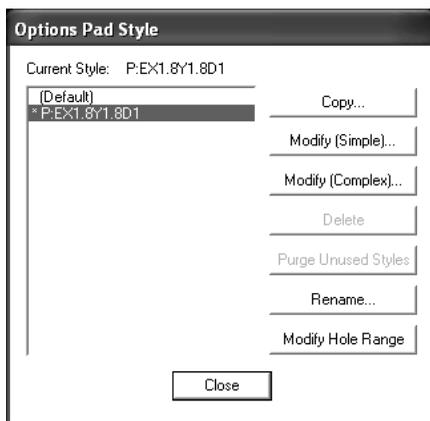

Рисунок 4.2
- В открывшемся диалоговом окне Copy Pad Style (Копирование монтажного отверстия) в поле Pad Name (Имя КП) набрать имя нового стиля P:EX1.8Y1.8D1 и нажать кнопку ОК (рисунок 4.2).